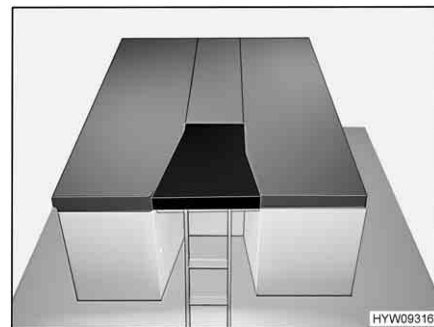

Fig. 81 Posizionamento del cuscino aggiuntivo
- Posizionare il cuscino aggiuntivo fornito tra i letti singoli (Fig. 81).